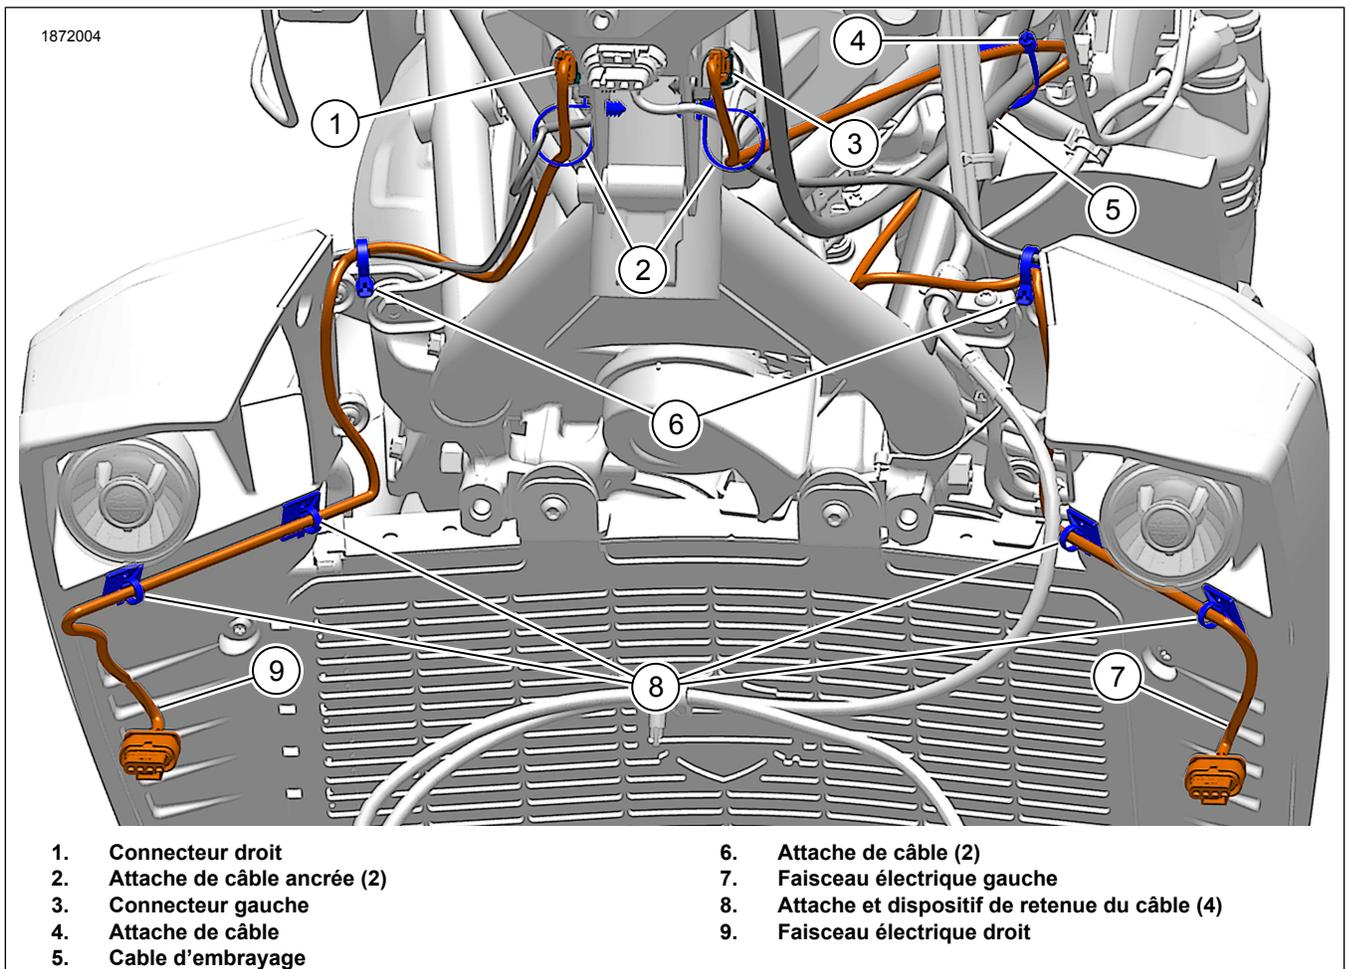

Figure 9. Fils de raccordement pour phares antibrouillard
1. Voir la Figure 9. Installation du faisceau de câbles des feux de brouillard.
- c. Installer les serre-câbles ancrés (2) fixant les faisceaux de connexion temporaire (7,9) aux câbles des clignotants avant.
- d. **Faisceau de connexion temporaire gauche** : Installer l'attache de câble (4) fixant le faisceau de connexion temporaire (7) au câble d'embrayage (5).
- e. Installer les attaches de câble (6) fixant les faisceaux de connexion temporaire aux câbles des clignotants avant.
- g. Installez les attaches de câble (8).